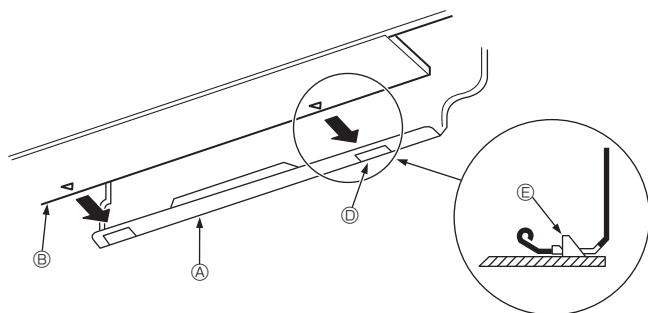

Fig. 3-17
3. Lors de l'insertion de la tuyauterie d'eau et du tuyau d'écoulement dans le trou de pénétration dans le mur (manchon de pénétration), accrocher le haut de l'appareil intérieur à la planche d'installation ①.
5. Fixer en poussant la partie inférieure de l'appareil intérieur sur la planche d'installation ①. (Fig. 3-17)
- * Vérifier que les boutons en bas de l'appareil intérieur sont correctement maintenus sur la planche d'installation ①.